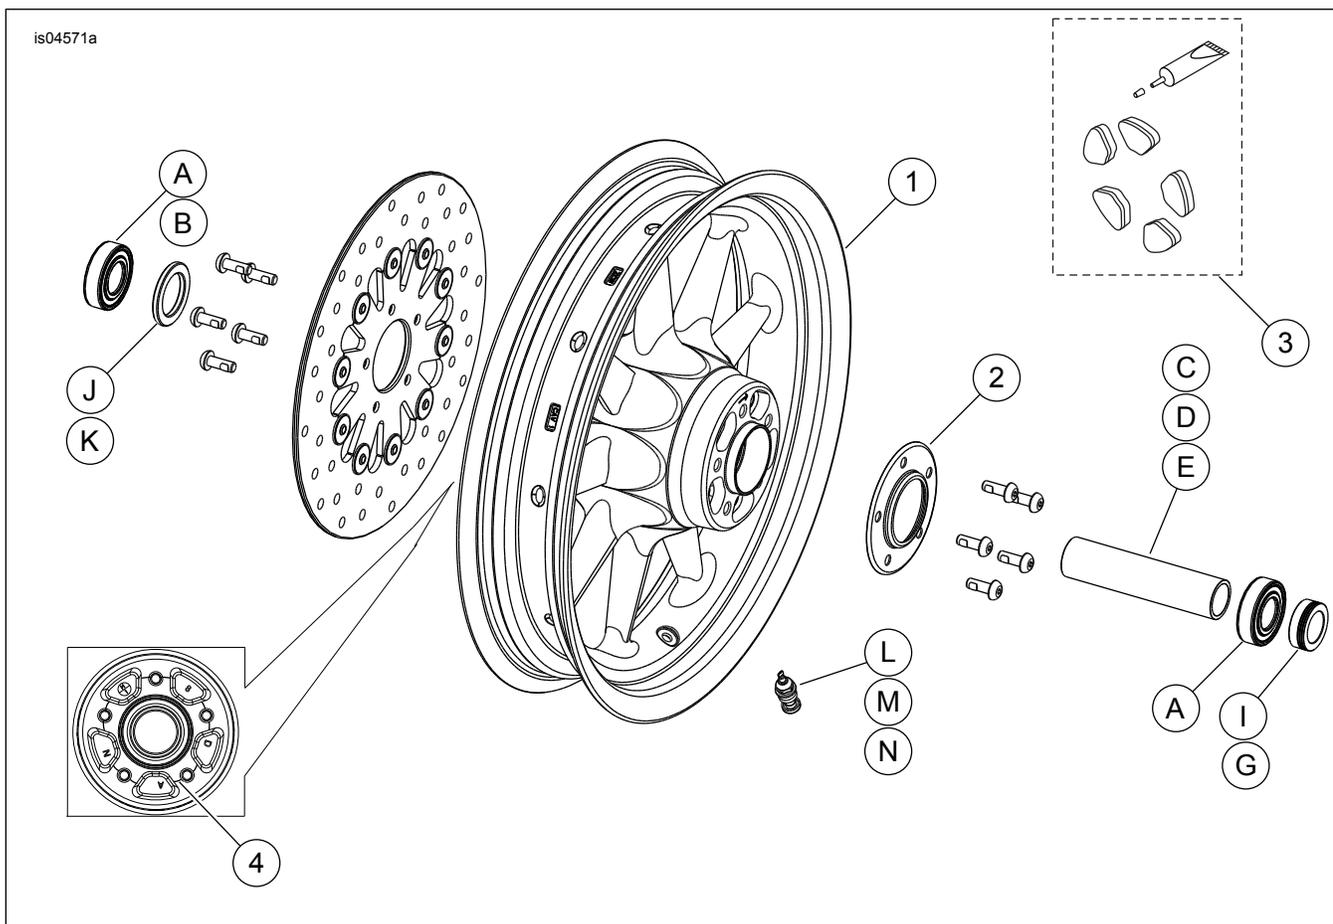

Figura 1. Manuale di manutenzione: Ruote anteriori a nove raggi
Vedere Figura 1 e le tabelle delle parti di ricambio.
2. Vedere Figura 1. Installare il gruppo dello stelo della valvola (M) sulla ruota. Vedere PNEUMATICI nel manuale di manutenzione.